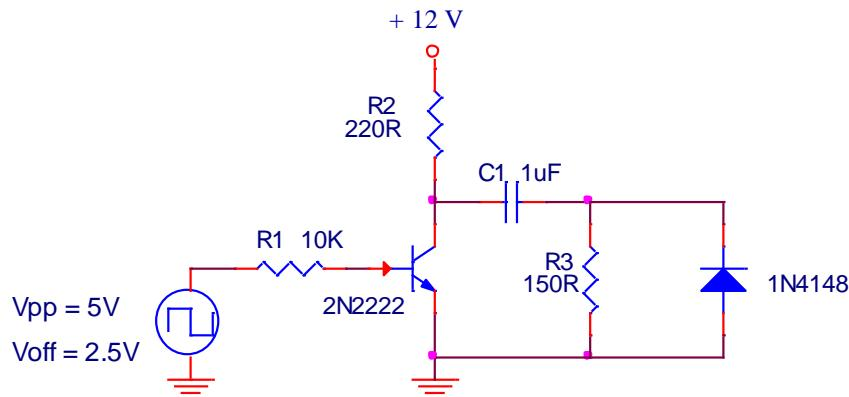

Figura 15. Circuito para la carga/descarga de un condensador (C1).
14.- Para el circuito de la figura 15, ¿cómo mediría la tensión en bornes del condensador C1 en el osciloscopio?